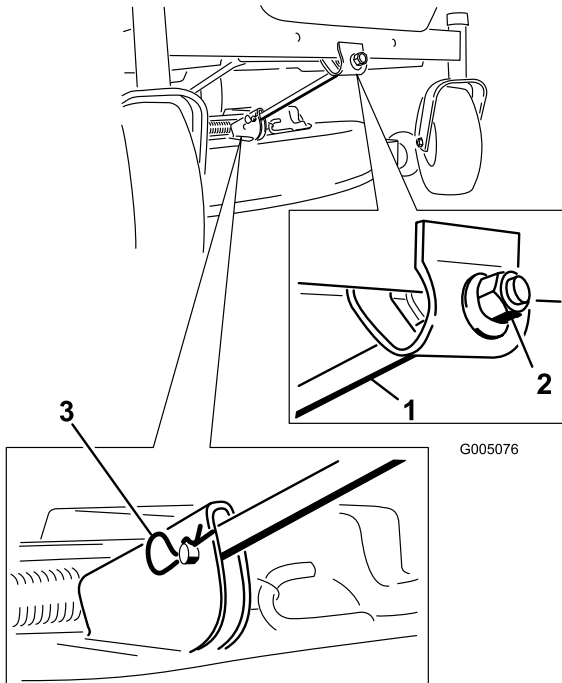

Figure 124
4. Retirez la goupille fendue de la tige de support avant et déposez la tige du support de tablier (Figure 124).